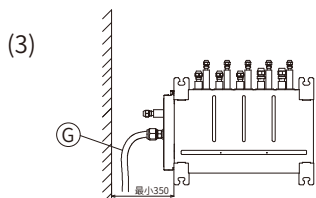
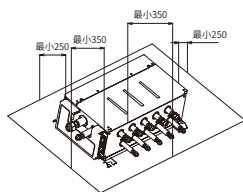

图7
图8
(3) 顶视图 (图7)
⑦ 制冷剂管
2. 安装在地上时所需空间(图8)